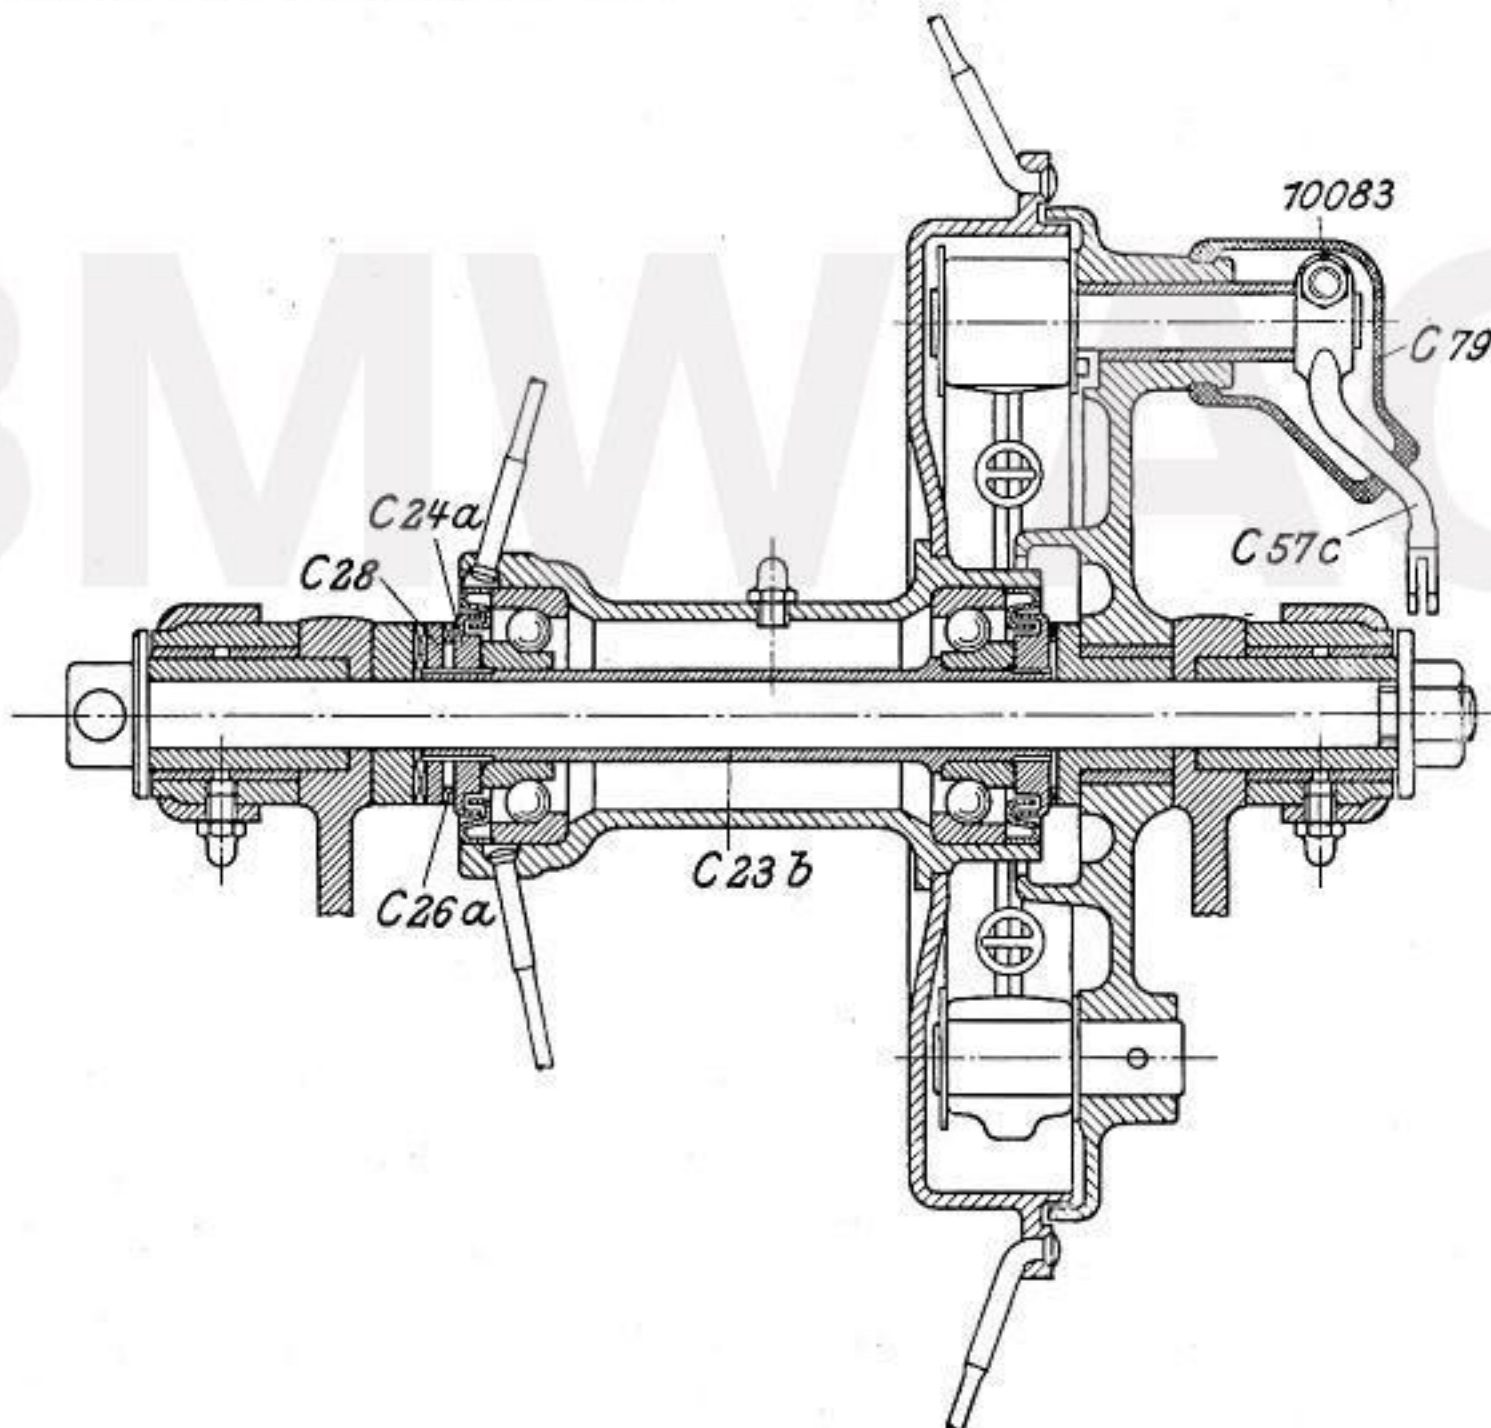
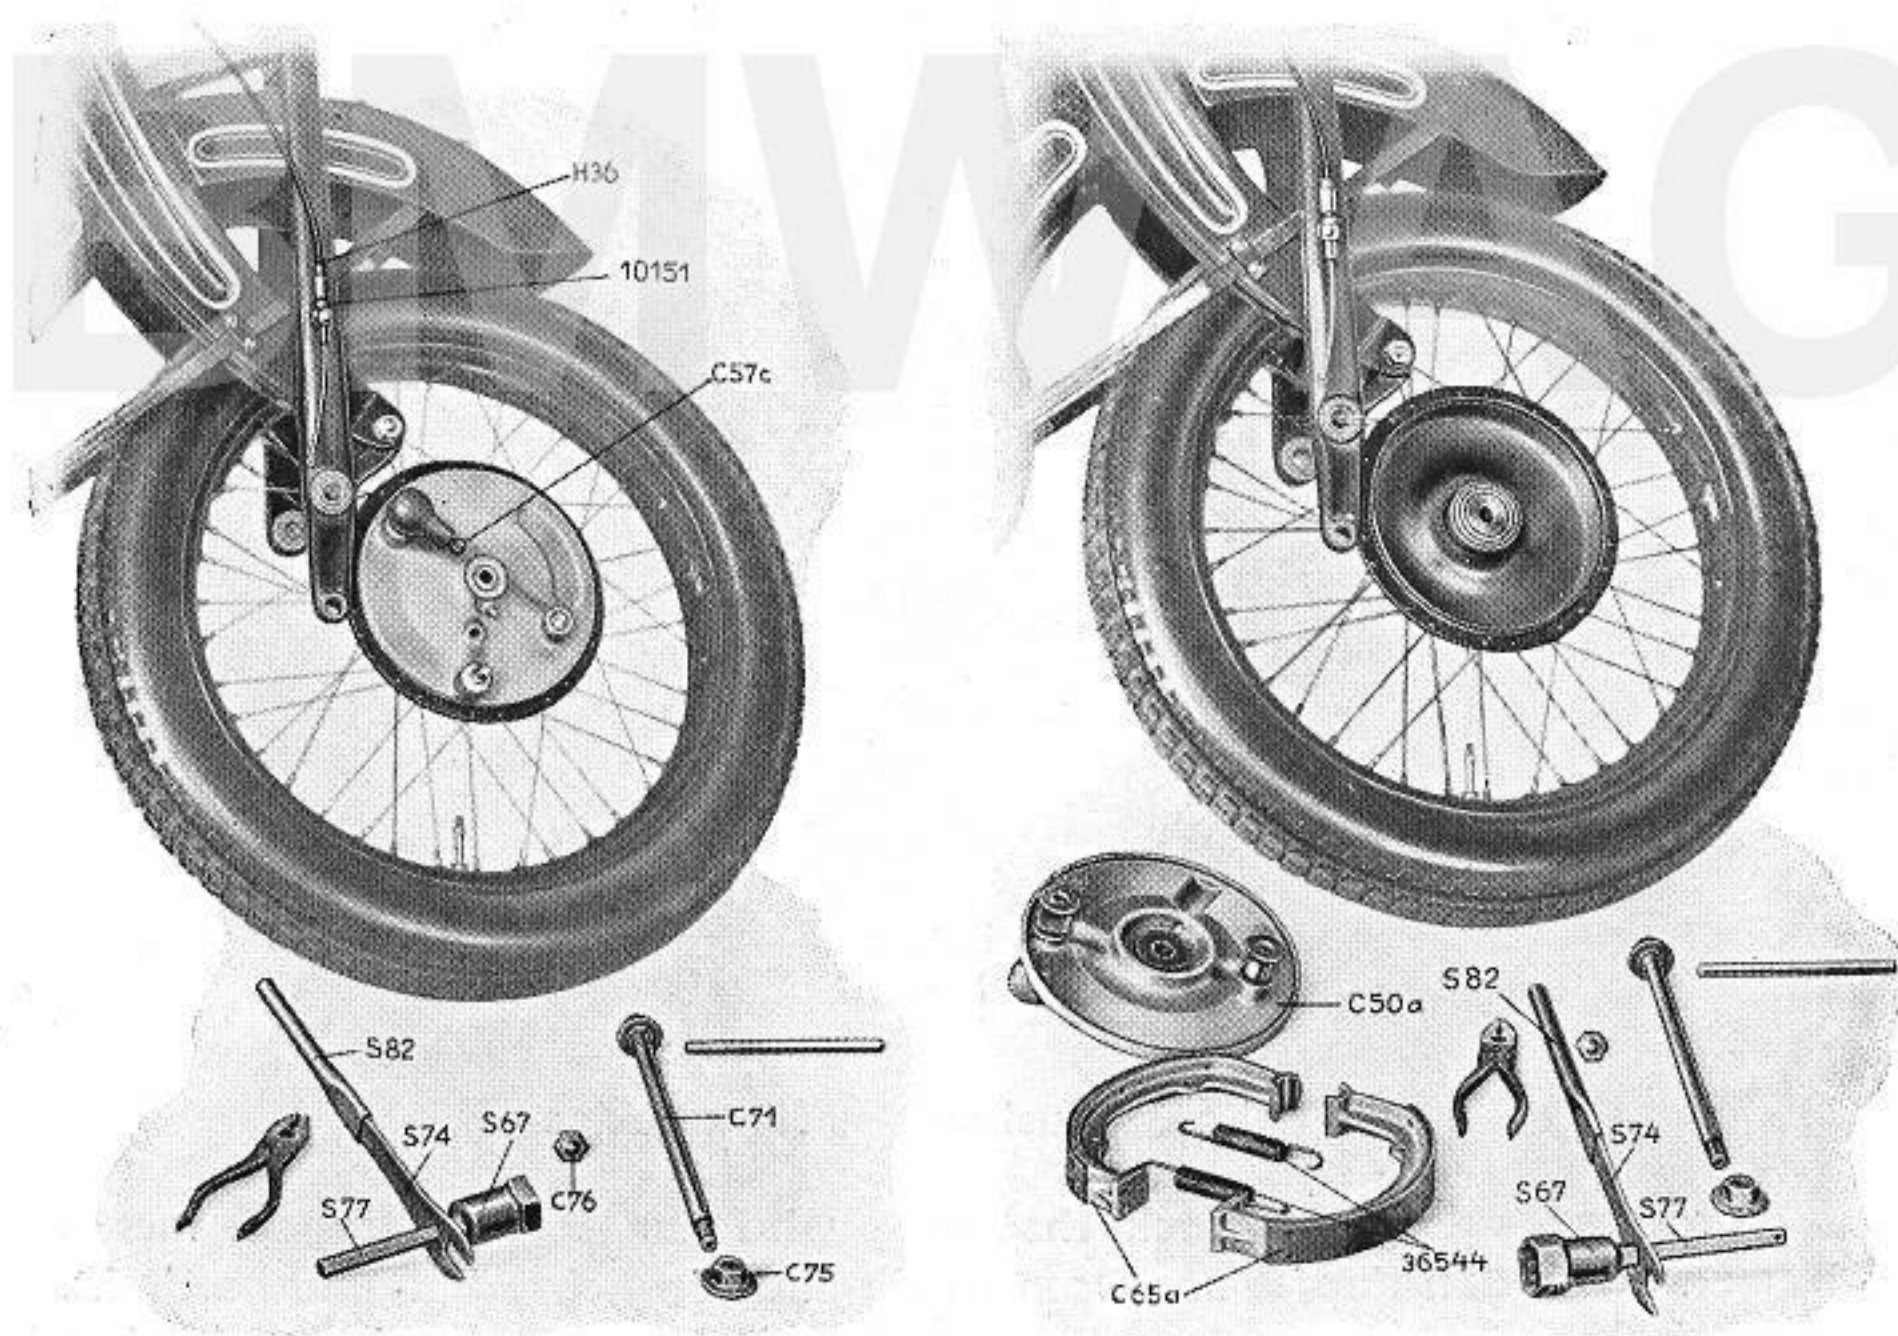

Abb. 21 Schnitt durch die Vorderradbremse
Abb. 31
stellen, so daß beide Backen gleichmäßig an der Bremstrommel angreifen. An der Vorderradbremse kann eine Nachstellung in geringem Umfange durch Lösen der Gegenmutter **10151** und Anziehen der Stellschraube **H 36** (Abb. 31) an der rechten Gabelscheide ausgeführt werden. Größere Nachstellungen erfolgen nach Zurückschieben der Schutzkappe **C 79** durch Lösen der Mutter **10083** am kleinen Bremshebel **C 57c**
und Vorrücken desselben (Abb. 21). Zum Ersatz der Bremsbeläge muß das Vorderrad ausgebaut. (s. S. 47) und der Bremshalter **C 50a** abgenommen werden. Danach können die Bremsbacken **C 65a** mit Zugfedern **36544** ausgebaut und die Bremsbeläge durch Aufnieten erneuert werden (Abb. 31).
Die Kugellagerung ist nachstellbar. Die Nachstellung kann nach ausgebautem Vorderrad (s. S. 47 linkes Bild) nach Abb. 21 folgendermaßen vorgenommen werden:
k) Abnahme des Vorderrades: Man stellt die Maschine auf den vorderen Kippständer, zieht mit der Kombinationszange den Nippel des Bremskabels aus dem Schlitz des kleinen Bremshebels **C 57c** heraus. Das Herausziehen des Bremsseiles wird durch einige Umdrehungen an der Stellschraube **H 36** erleichtert. Nun schraubt man mittels der nach Abb. 31 zusammengesteckten Schlüssel **S 67**, **S 74**, **S 77** und **S 82** die auf der gleichen Radseite sitzende Bundmutter **C 75** der Steckachse **C 71** ab, zieht diese heraus und entfernt auch die Kappenmutter **C 76**. Das Rad mit Bremse ist dann nach rückwärts zu schwenken und auf die linke Seite herüberzudrücken. Es ist nur notwendig, die Maschine noch etwas weiter umzulegen oder, wenn ein Seitenwagen angeschlossen ist, sie vorn noch etwas zu heben, um das Rad aus dem vorderen Schutzblech herauszuziehen (Abb. 31).